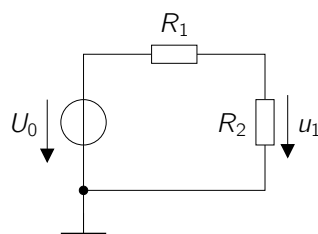

Abbildung 1: Spannungsteiler.
Gegeben ist der Spannungsteiler aus Abb. 1, der von der idealen Gleichspannungsquelle U_0 angesteuert wird.
- Bauen Sie die Schaltung aus Abbildung 1 inklusive des Massesymbols (sonst funktioniert die Simulation nicht) in LTSpice nach. Verwenden Sie dazu für U_0 , R_1 , R_2 verschiedene konkrete Werte. Um die Simulation zu starten, klicken Sie im Menü auf „Simulate“ → „Run“. Beim ersten Simulieren müssen Sie den Simulationstyp festlegen. Wählen Sie hierfür eine transiente Simulation mit einer „stop time“ von 10 ms aus¹. Stimmen die simulierten Spannungen u_1 jeweils mit der Berechnung aus Aufgabenteil a) überein?